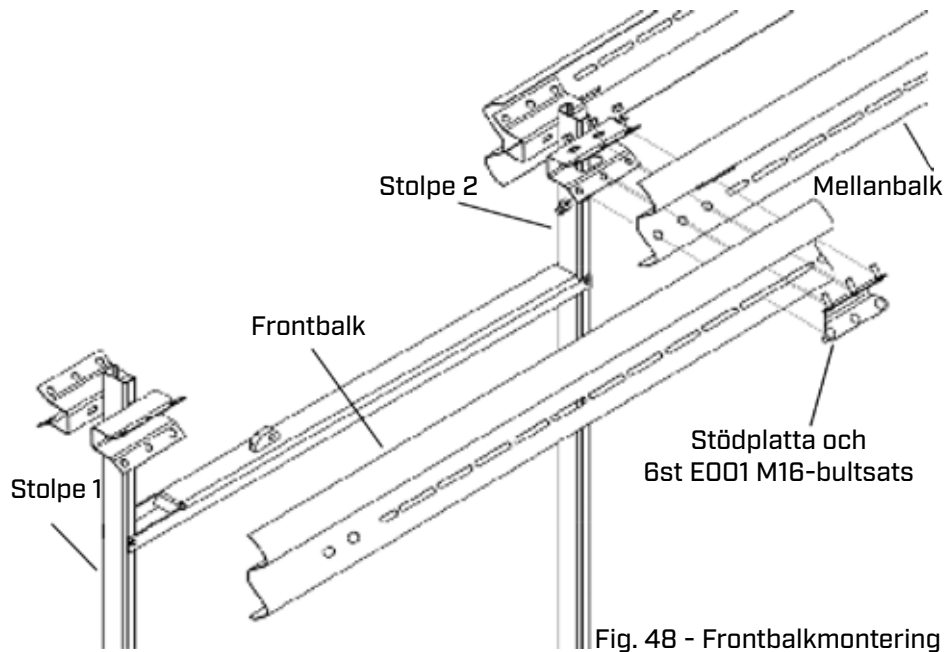

Fig. 48 - Frontbalkmontering
5.3 Fortsätt enligt Fig. 48 nedan.
5.4 Fortsätt enligt Fig 48 nedan med motstående.